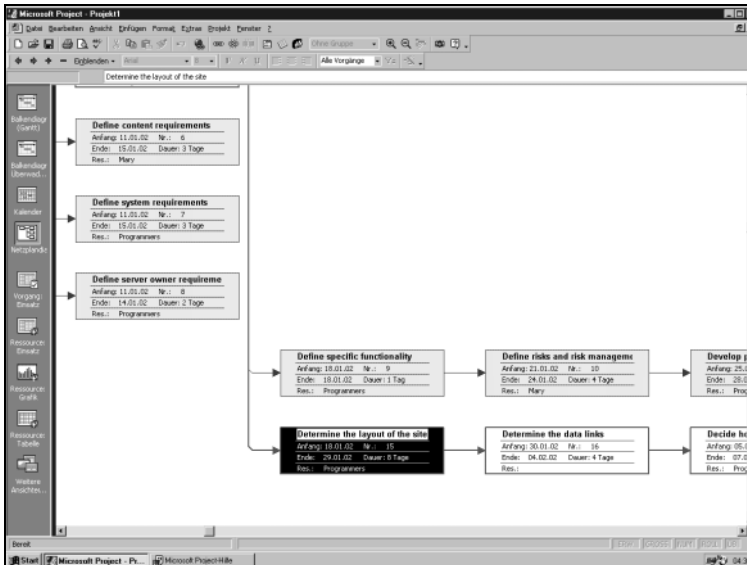

Abbildung 1.7:
- Aus dem Netzplandiagramm in der Abbildung 1.7 ist ersichtlich, dass dieser Vorgang vor Beginn der Vorgänge FESTLEGEN DER DATENLINKS oder WIE SOLL DIE FUNKTIONALITÄT IMPLEMENTIERT WERDEN abgeschlossen sein muss.